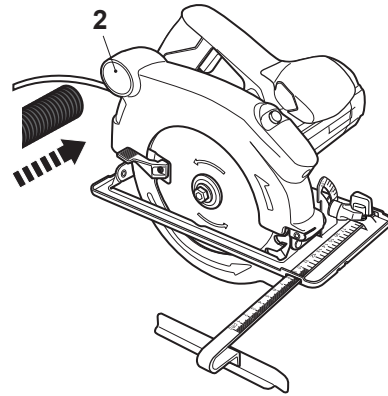

Fig. 4
- > Conecte un dispositivo adecuado de extracción de polvo, p.ej. un aspirador apropiado, a la salida de extracción de polvo (2) (Fig. 4).